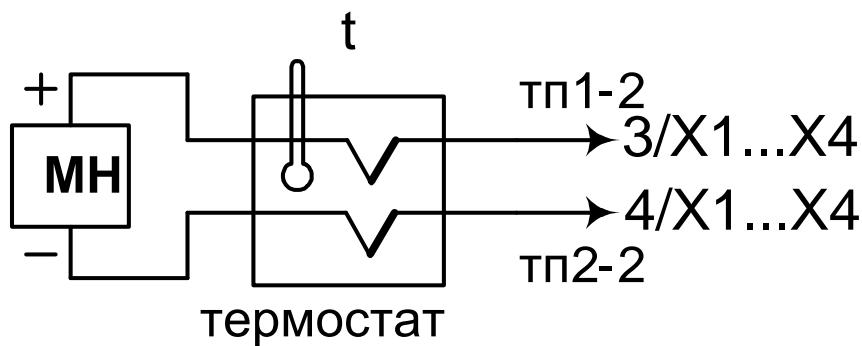

Рисунок 11.2 - Схема подключения для определения погрешности измерения сигналов ТП
- меру напряжения МН для проверки сигнала от ТП (рисунок 11.2);